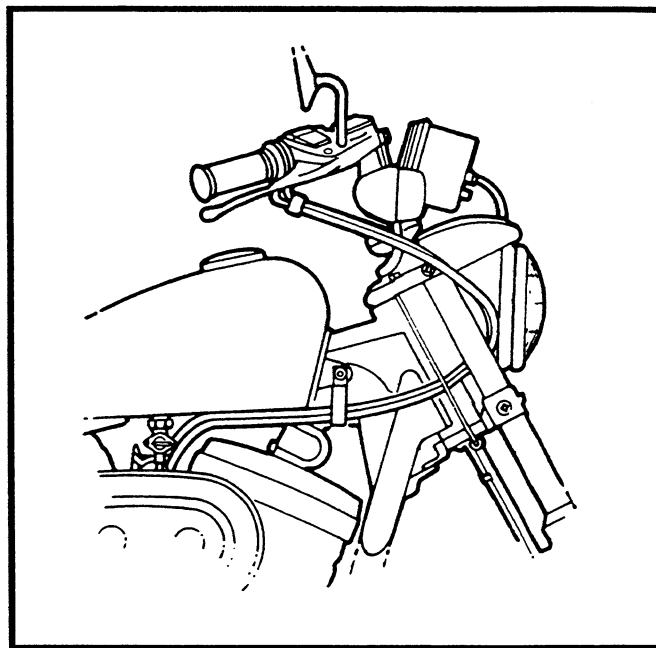

Figure 2-47. Cheminement des câbles
5. Installez le boîtier supérieur (2) sur le guidon droit (10), et fixez-le au boîtier inférieur (3) à l'aide des vis (1). Serrez les vis à 18-24 pi-livre (24-33 N.m).
6. Voir Figure 2-47. Faites passer les câbles vers l'avant de la poignée des gaz, devant le té supérieur de la colonne de direction, puis vers le bas entre le tube de fourche droit et le phare, ensuite vers l'arrière du côté droit de la colonne de direction, vers l'arrière du côté droit du cadre transversal (par le collier du câble attaché par le boulon de montage avant du réservoir d'essence), et enfin vers le bas de la face avant du robinet d'essence vers le carburateur.